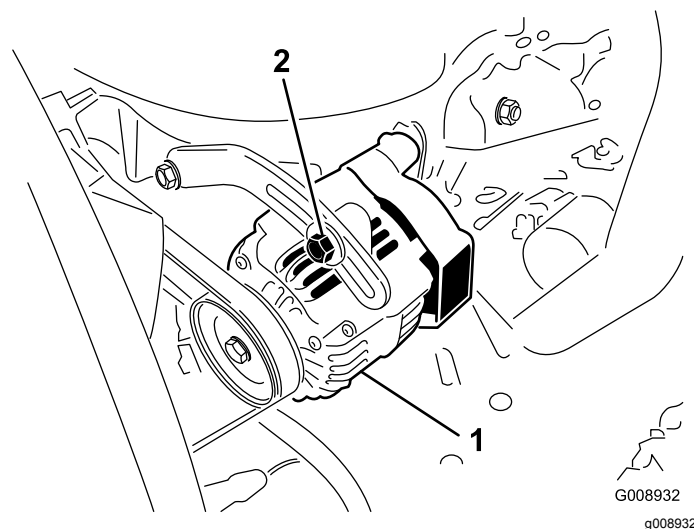

Figura 92
2. Se l'inflessione non è di 10 mm, allentate i bulloni di fissaggio dell'alternatore (Figura 92).